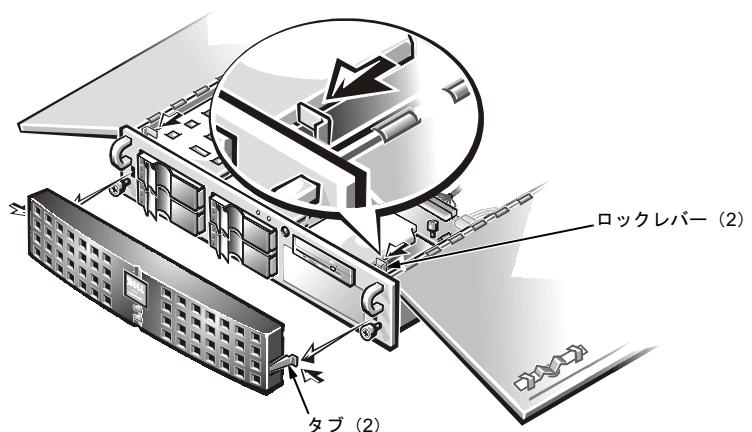

図2-9 システムベゼルの取り外し
| 図 2-9 | システムベゼルの取り外し | 2-11 |
2. システムの正面パネルからオプションのベゼルを取り外します（図2-9参照）。
- b. 2つのロックレバーをシャーシの背面へ回します（図2-9参照）。